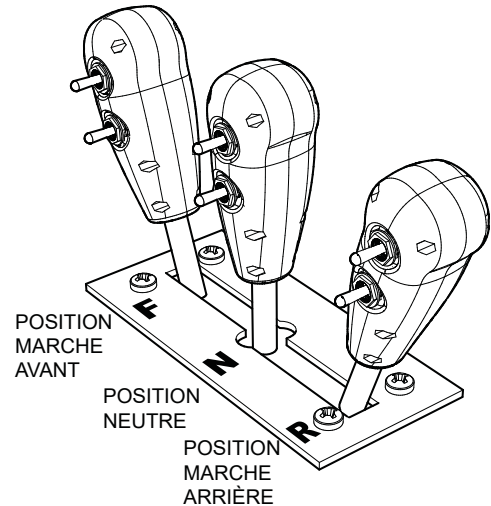

Figure 23. Levier de déplacement (en mouvement)
- Pour faire avancer le rouleau vers l'avant, déplacer le levier de déplacement vers l'avant, comme cela est indiqué dans la Figure 23.